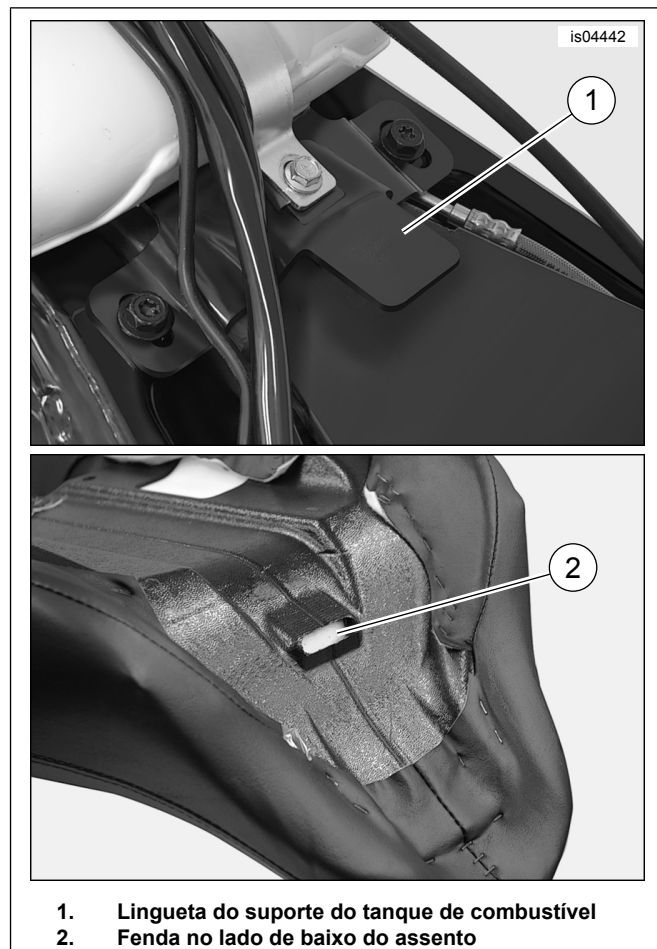

Figura 5. Montagem dianteira do assento
6. Corresponda o conector do assento aquecido ao conector do circuito de acessórios (1).
9. Veja Figura 5 . Se já estiverem instalados, deslize a parte traseira do assento através da tira de apoio, a partir da frente, até que a fenda (2) na parte inferior dianteira do assento fique atrás da lingueta de montagem do assento (1) no suporte traseiro do tanque de combustível.